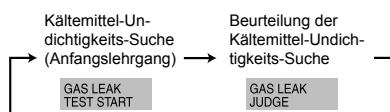

Fig. 8-2
- (2) Drücken Sie die **CLOCK** -Taste und wählen Sie [GAS LEAK TEST START] (START DES GASUNDICHTIGKEITS-TESTS). (Fig. 8-2)